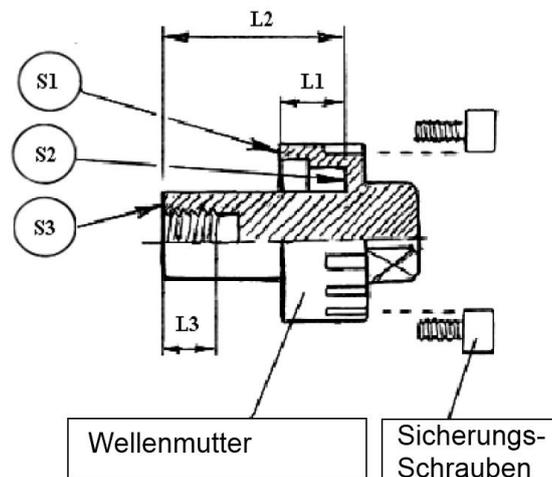

Abbildung 4
- Fertig. Die Steigung ist nun eingestellt. Unser Beispiel in Abbildung 4 zeigt die richtige Einstellung für einen linksdrehenden Propeller mit 22° und einen rechtsdrehenden Propeller mit 18° Steigung (für beide die gleiche Skalen-Position!)